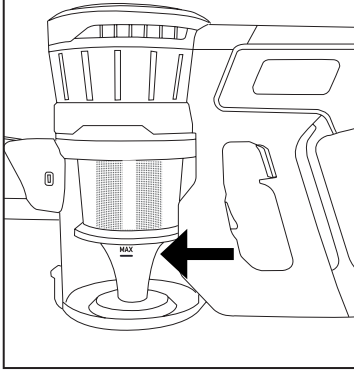

Fig.2
- Asegurarse que la batería esta bien colocada. (Fig. 2).